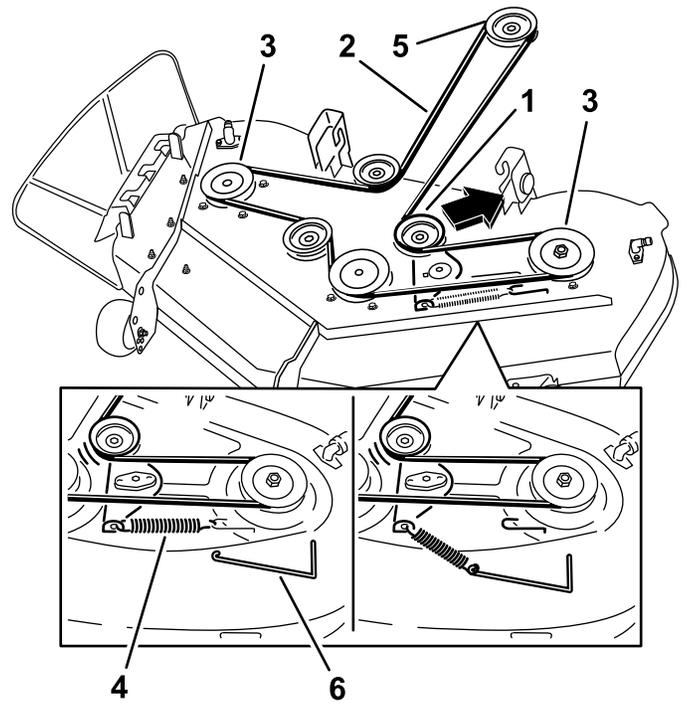
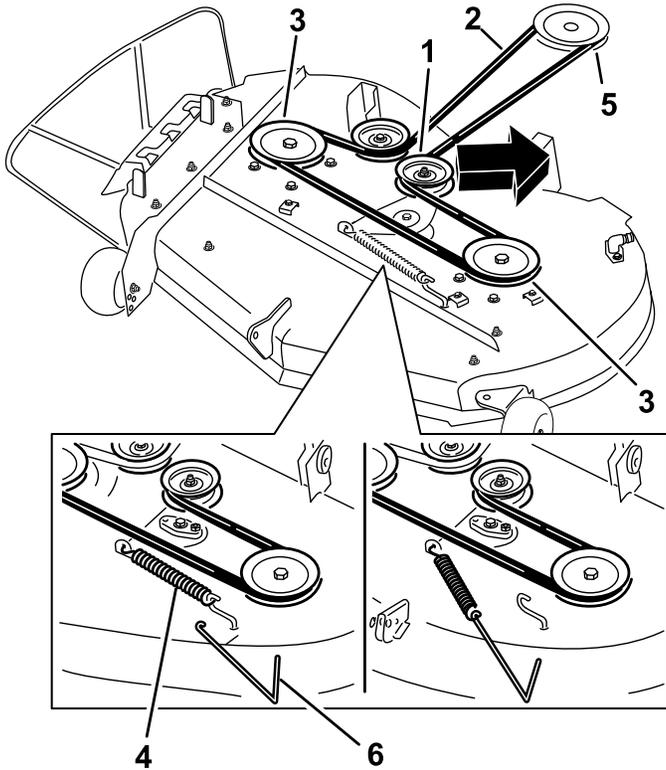

Figure 51
Figure 50
5. À l'aide d'un outil de dépose de ressort (réf. Toro 92-5771), décrochez le ressort du crochet sur le tablier pour détendre la poulie de tension et déchaussez la courroie des poulies (Figure 50 et Figure 51).